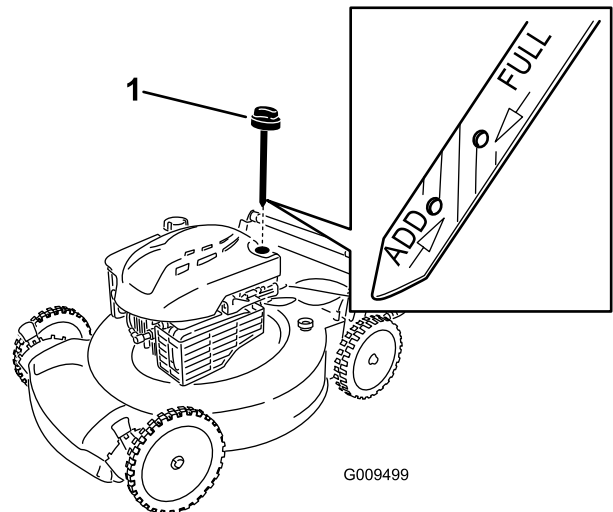

Figure 10
2. Retirez la jauge (Figure 10).
5. Sortez de nouveau la jauge et vérifiez le niveau d'huile ; voir Figure 10.